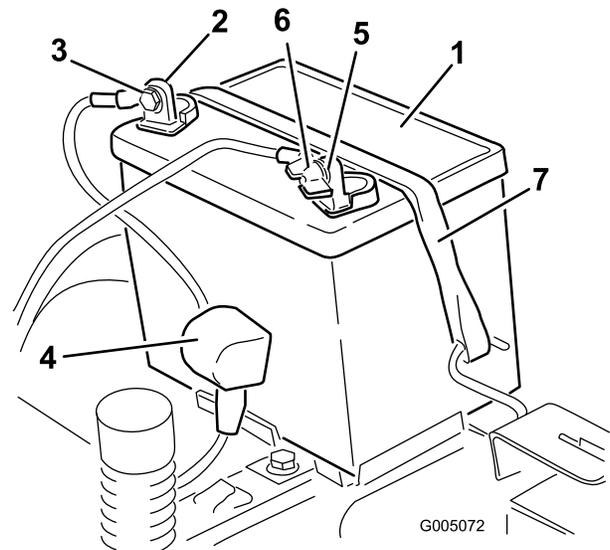

Bild 43
4. Klemmen Sie das Minuskabel (schwarz) vom Batteriepol ab (Bild 43).
6. Klemmen Sie das Pluskabel (Rot) vom Batteriepol ab (Bild 43).
7. Nehmen Sie die Batterieklemme ab (Bild 43) und heben Sie die Batterie aus dem Batteriefach heraus.
1. Setzen Sie die Batterie in das Fach (Bild 43).
5. Befestigen Sie die Batterie mit der Befestigung (Bild 43).